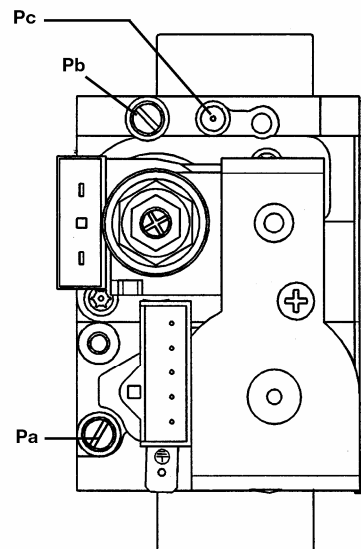

Рис. 12
- Открутить винт на штуцере (**Pa**, рис. 12) и присоединить к штуцеру (**Pa**) манометр.
- Проверить динамическое входное давление газа (штуцер **Pa**, рис. 12). Номинальные давления: **20 мбар** для природного газа, **37 мбар** для пропана.
- Открутить винт на штуцере **Pb** (рис. 12) и присоединить к штуцеру **Pb** манометр.